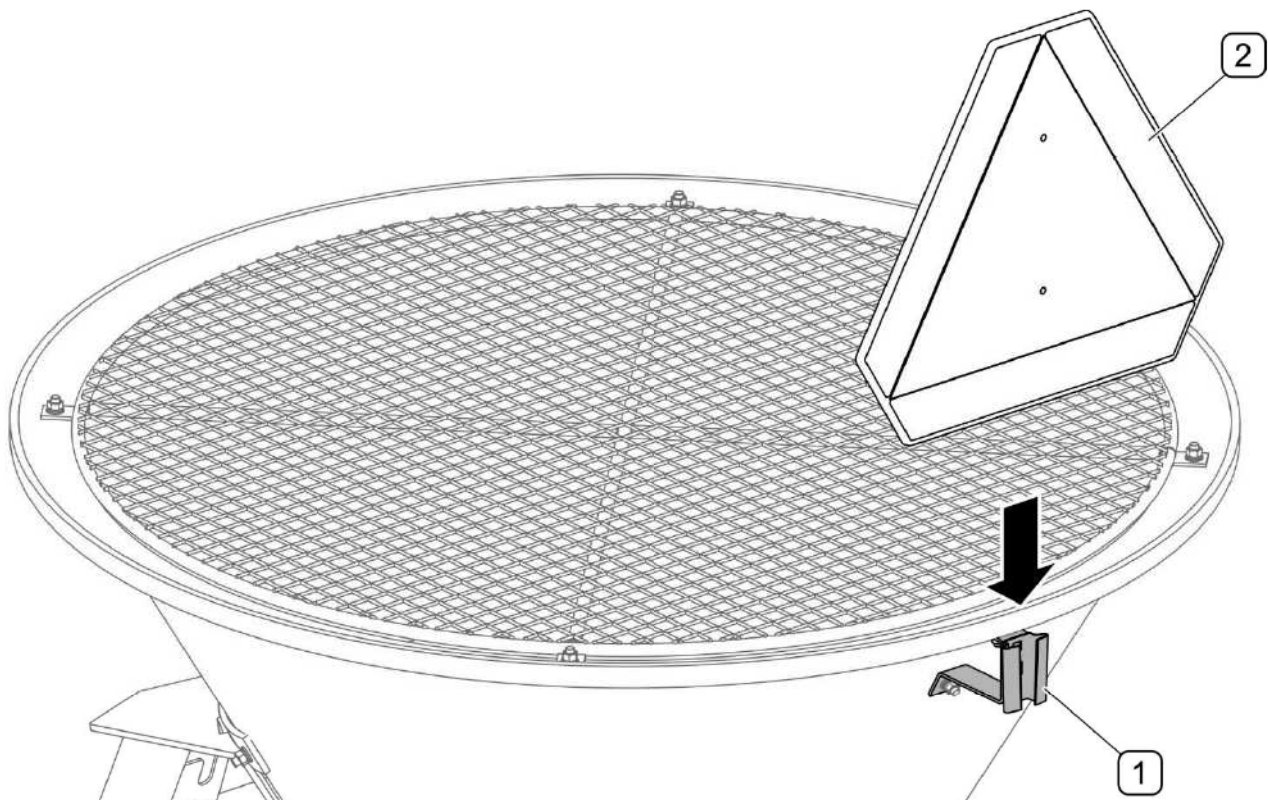

FIGURE 4.8 Support du triangle de signalisation
- Pour circuler sur les routes publiques, il faut mettre un triangle d'avertissement (2) « véhicule lent » (FIGURE 4.8) à l'arrière de la machine.